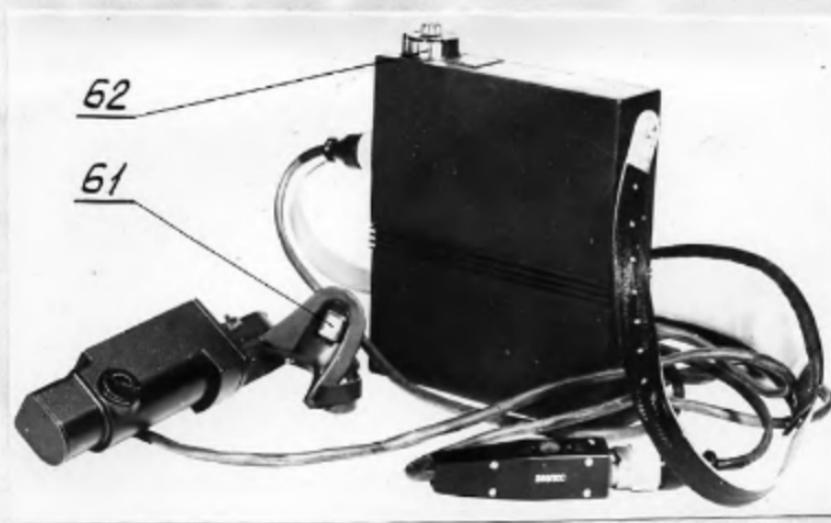

Рис. 12. Электропривод постоянного тока со стабилизированными скоростями 28ЭПСС-М
- электроприводом постоянного тока со стабилизированными скоростями 2РЭПСС-М (рис. 12) для частот съёмки 8, 16, 25, 36, 48, 64 кадр/с;
Установку частоты съёмки производите при помощи рукоятки 62 (см.рис.12), расположенной на блоке питания электропривода постоянного тока, путём поворота её до необходимого оцифрованного положения.